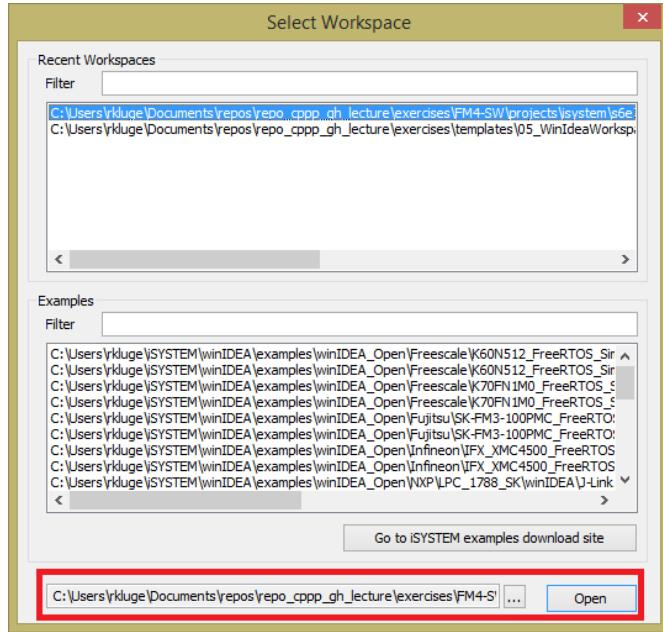

Abbildung 2: Workspace-Auswahl in WinIDEA
- c) **Wähle** in dem erscheinenden Dialogfenster den soeben **kopierten WinIDEA-Workspace** aus wie in Abbildung 2 gezeigt (roter Rahmen).